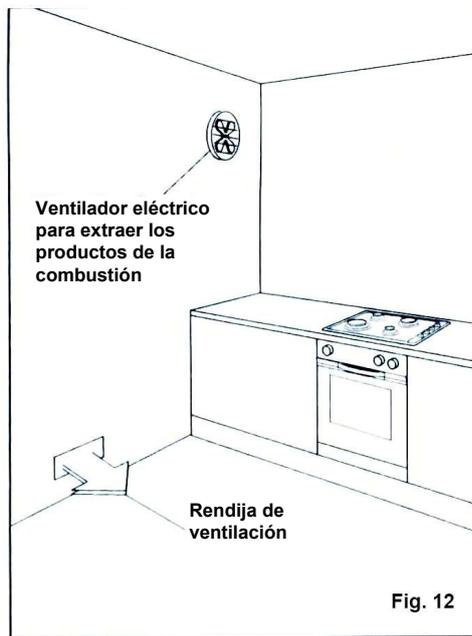

Fig. 12
- Coloque el tope de cocina en el descanso y asegúrelo con las abrazaderas como se muestra en la fig.12 (para un tope de 3-4 cm de grueso).